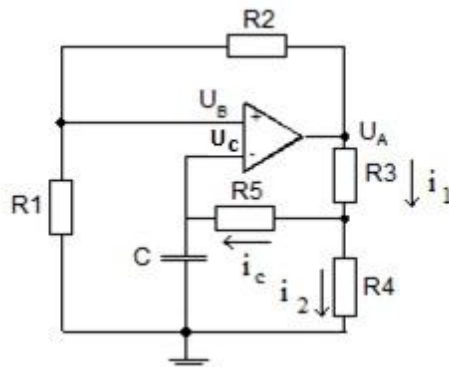

Рис. 20. Схема мультивибратора
4.2. Зададимся направлением токов (рис. 20) и составим исходные уравнения.